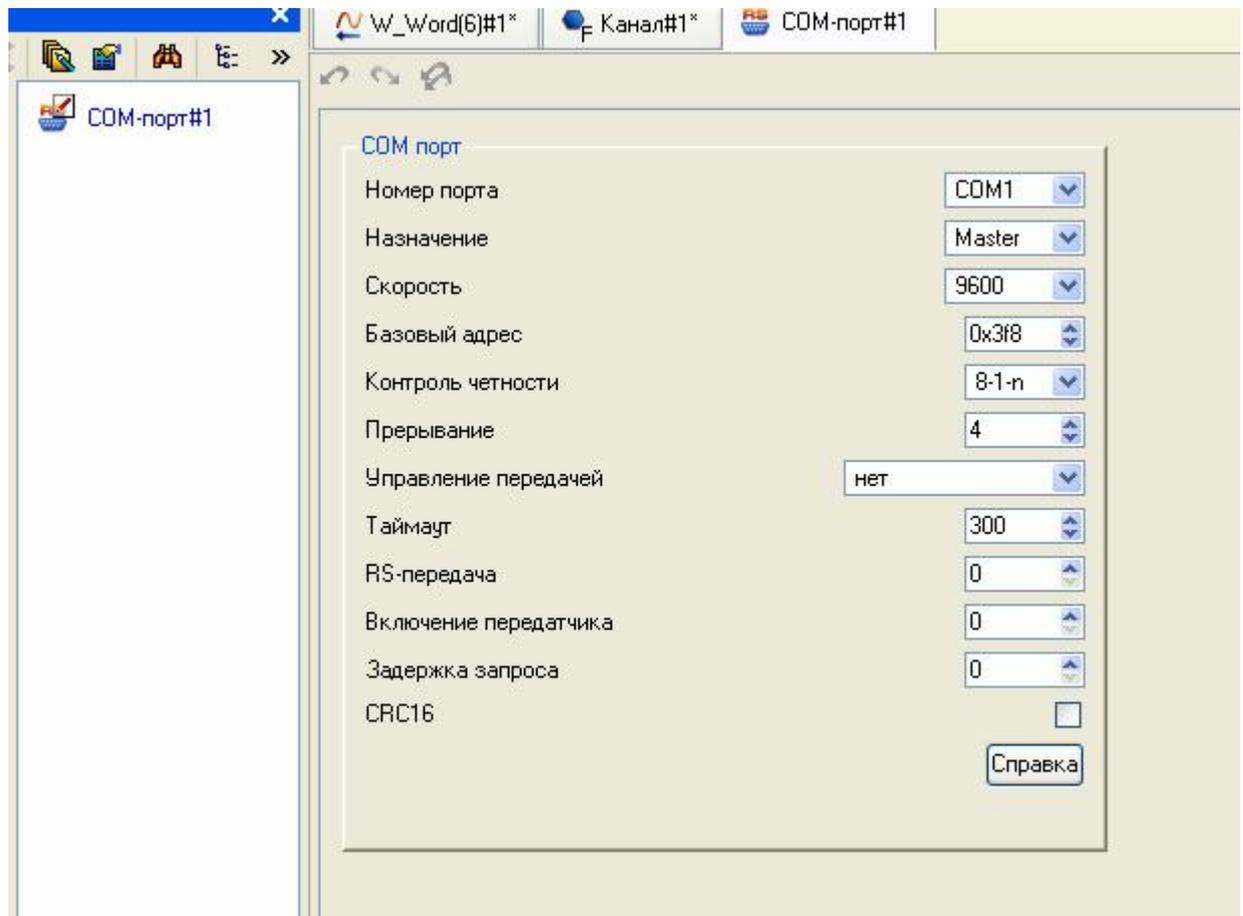

Рис.7
1.6 Далее нужно создать в системе COM порт для настроек параметров обмена. Для этого нажимаем правой кнопкой на **RTM\_1** и создаем группу **COM порты**. Нажимаем на появившийся ярлык **COM-порт#1** левой кнопкой мыши и настраиваем его в соответствии с нужными нам параметрами (рис.7).